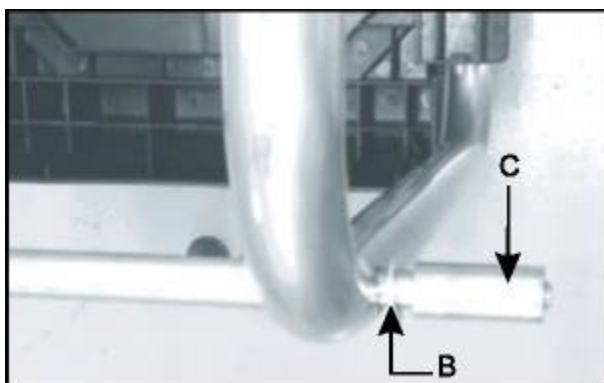

Fig. 1B
1. Placez la rondelle fournie (B) et la douille (C) sur l'axe de la roue. (Fig. 1B)